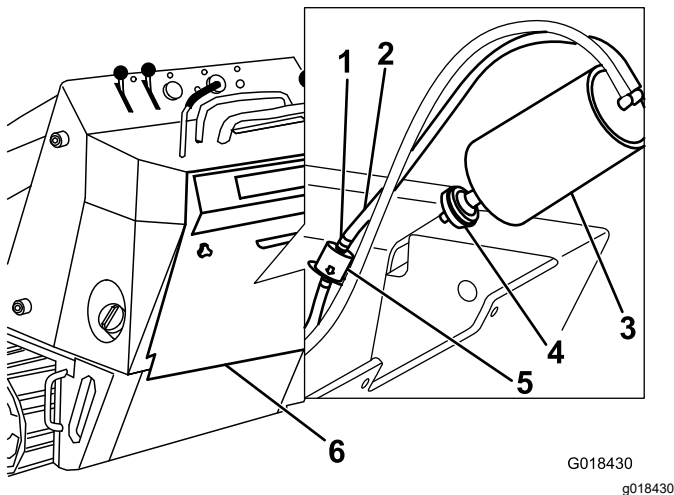

Figura 35
4. Retire y deseche el filtro de aire del cartucho de carbón (Figura 35).
5. Coloque un filtro nuevo en el cartucho de carbón (Figura 35).
4. Aleje del filtro las abrazaderas de muelle de ambos lados del filtro del tubo de purga del cartucho de carbón (Figura 35).
5. Retire y deseche el filtro del tubo de purga (Figura 35).
6. Coloque un filtro nuevo en la manguera, con la flecha del filtro apuntando fuera del cartucho de carbón, y fíjelo con las abrazaderas (Figura 35).